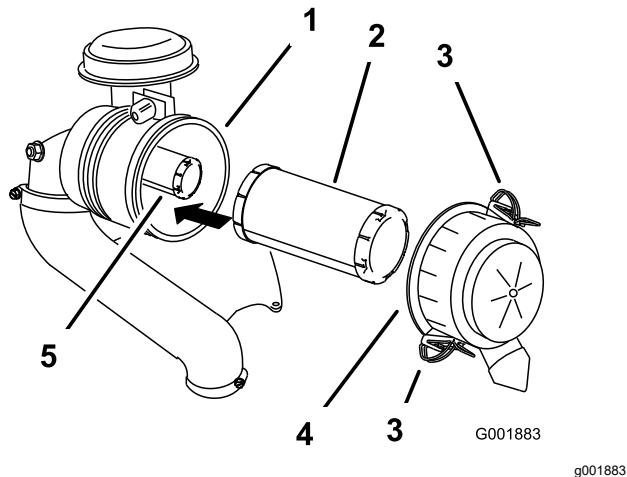

Figura 53
3. Abra los cierres del limpiador de aire y tire de la tapa de la entrada de aire para separarla del cuerpo del limpiador de aire (Figura 53).
5. Extraiga con cuidado el filtro primario de la carcasa del limpiador de aire (Figura 53).
2. Si va a cambiar el filtro interno, deslícelo cuidadosamente en el cuerpo del filtro (Figura 53).
3. Deslice cuidadosamente el filtro primario por encima del filtro de seguridad (Figura 53).
4. Instale la tapa del limpiador de aire y fije los cierres (Figura 53).